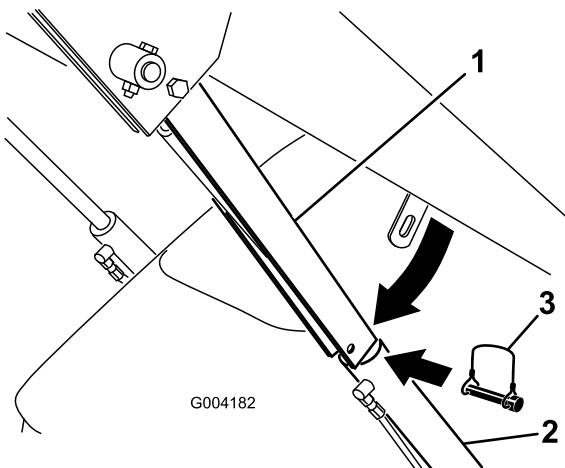

Figura 19
4. Rimuovere l'acciarino che assicura il blocco del cilindro al braccio caricatore (Figura 19).
5. Abbassare il blocco del cilindro sull'asta e fissatelo con l'acciarino (Figura 19).